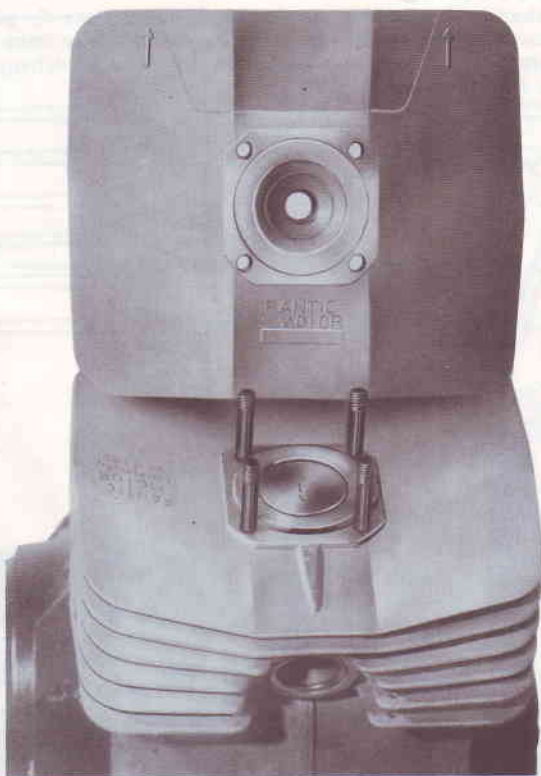

Fig. 43 - Piston monté
- Avant de monter l'axe présenter le piston sur la bielle dans le bon sens, la flèche gravée sur sa calotte doit être dirigée côté échappement. (Fig. 43) Cet est très important.